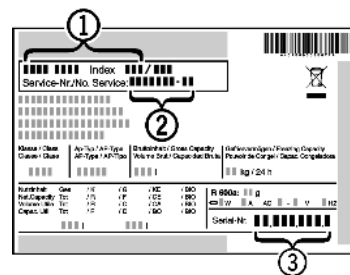

Fig. 10
- Leggere la denominazione dell'apparecchio *Fig. 10 (1)*, il n° assistenza *Fig. 10 (2)* e il n° di serie *Fig. 10 (3)* sulla targhetta identificativa. La targhetta identificativa è situata all'interno dell'apparecchio, sul lato sinistro.
- Informare il servizio di assistenza e comunicare il difetto, la denominazione dell'apparecchio *Fig. 10 (1)*, il n° assistenza *Fig. 10 (2)* e il n° di serie *Fig. 10 (3)*.